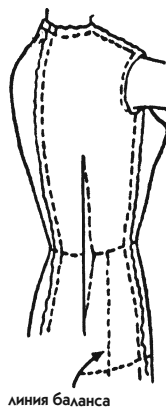

Рис. 33
- Если линия баланса оказалась не вертикальной, очевидно, глубина вытачки не такая, какая должна быть (на мини-манекене подгонка правильная, как показано на рис. 33). При необходимости распорите вытачку и, если надо, боковой шов.